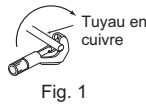

Fig. 1
- Le tuyau de vidange doit être dirigé vers le bas pour faciliter l'écoulement. (Fig. 1)
- Assemblez la conduite de réfrigérant et le tuyau de vidange, appliquez ensuite fermement de la bande de feutre (4) à partir de l'extrémité. La largeur de chevauchement de la bande de feutre (4) doit correspondre au 1/3 de la largeur de la bande. Utilisez une agrafe de bande à l'extrémité de la bande de feutre (4).
- Retirez le bouchon de vidange du côté arrière droit de l'unité interne. (Fig. 1)
- Coupez correctement le tuyau en cuivre avec un coupe-tuyaux. (Fig. 1, 2)